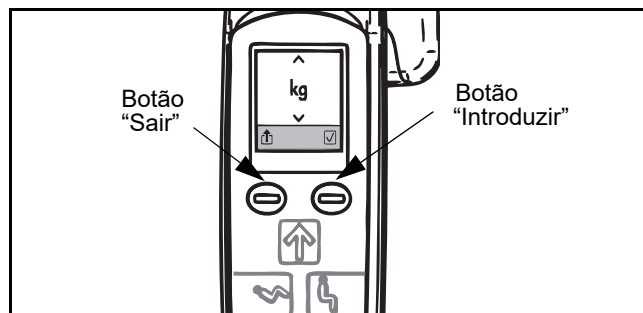

Fig. 72
- 3) Prima o botão “Introduzir”, para aceder à opção de unidades de medição. As unidades de medição “kg” ou “lb” irão substituir o ícone da balança no centro do ecrã (consulte a Fig. 72).